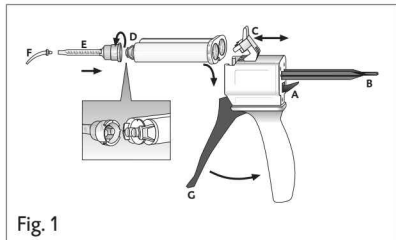

Fig. 1
1. Pressionar para cima a alavanca [Fig. 1, Pos. A] localizada na parte posterior do Automix-Dispenser e puxar a peça corredeira [Fig. 1, Pos. B] completamente para trás.
2. Puxar o trinco de plástico [Fig. 1, Pos. C] para cima, inserir o cartucho e travar com o trinco de plástico [Fig. 1, Pos. C].
1. Retirar e descartar a tampa do cartucho [Fig. 1, Pos. D] ou a cânula de mistura usada, após rodá-la 90° para a esquerda.
2. Colocar uma cânula de mistura nova [Fig. 1, Pos. E].
4. Colocar a Intraoral-Tip [Fig. 1, Pos. F].
- ▶ Misturar o material pressionando a alavanca [Fig. 1, Pos. G] do Automix-Dispenser na cânula de mistura e aplicar directamente.
1. Pressionar para cima a alavanca [Fig. 1, Pos. A] localizada na parte posterior do Automix-Dispenser e puxar a peça corrediça [Fig. 1, Pos. B] completamente para trás.
2. Puxar o trinco de plástico [Fig. 1, Pos. C] para cima e retirar o cartucho.